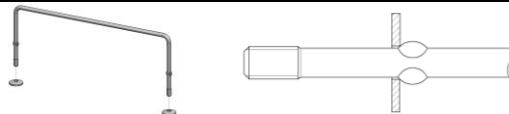

Рис. 1
- 5.1.1. На ограничители (поз. 1, пакет № 10) надеть шайбы (поз. 2, пакет № 10), см. рис. 1.